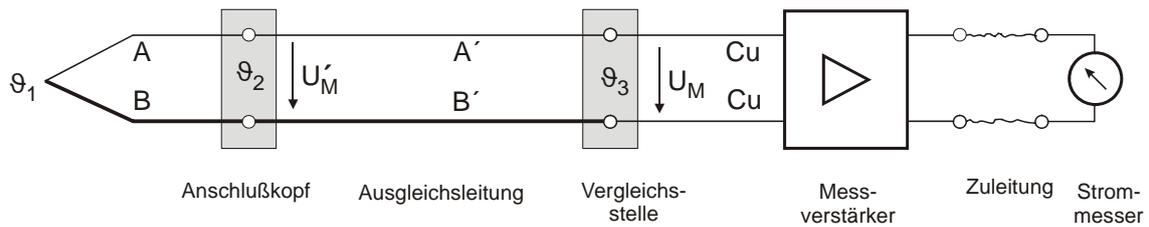

Bild 1
- Die beiden Ausgleichsleitungen A' und B' (Bild 1) wurden irrtümlich vertauscht. Wie groß ist dann die Messspannung U_M ?